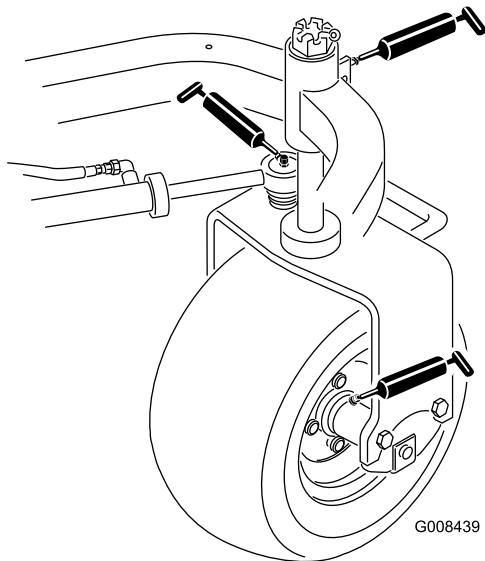

図 29
- 後ホイールハブヶ所 図 29
- キャスタベアリング1ヶ所 図 29
- ステアリングシリンダ2ヶ所 図 29